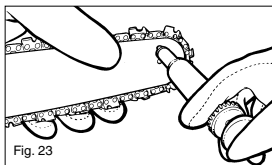

Fig. 23
3. Ved hjælp af smøringspistolen (valgfri) sættes den tynde tud ind i smøringshullet og sprøjter smørelse ind, indtil smørelsen kan ses på underkanten af sværdet (fig. 23).